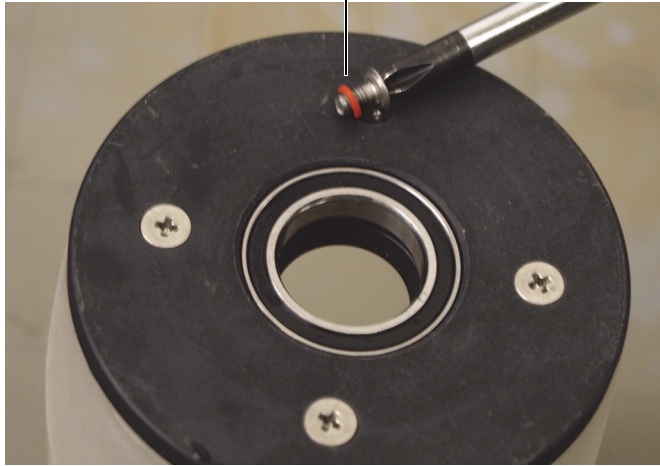

Figura 6-29 Instalação dos parafusos de retenção externos do flange plano
- b)* Instale os quatro parafusos e suas arruelas no flange plano e, em seguida, usando um padrão cruzado, aperte os parafusos, primeiro levemente e, em seguida, com força (Figura 6-29 na página 110).